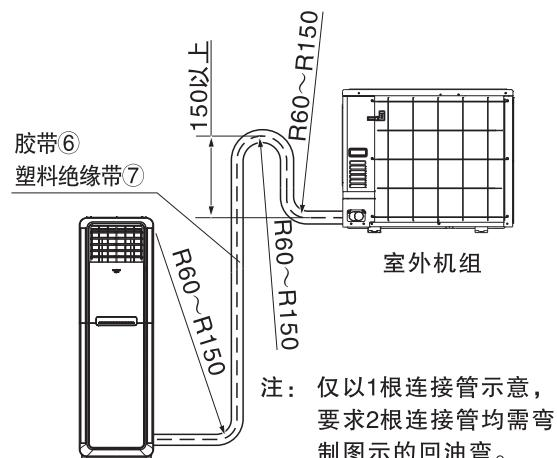

图8
- 注: (1) KFR-72LW/BpJ所配连接管②、③长度为5米, KFR-61LW/BpD、KFR-53LW/BpF所配连接管②、③长度为4米。允许连接管最大长度为15米, 延长配管不需要追加制冷剂, 每增加连接管长度1米, 机组的能力将有所下降。
- (2) 安装时如必须加长连接管, 请按表(1)要求连接。
- (3) 室内、外机高度差必须小于5米。
- (4) 当室外机比室内机高时, 必须将铜管弯制“回油弯”如图8。